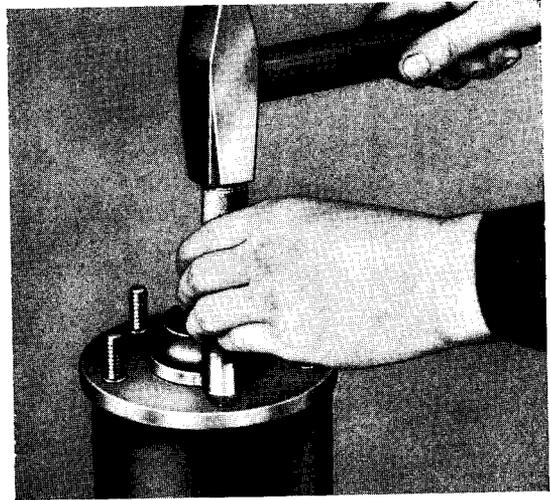

Bild 17 – Radbolzen verstemmen
3. Radbolzen in Radnabe mit Radbolzenstemmer verstemmen (Bild 17) und anschließend auf festen Sitz prüfen. Hierzu leichten Schlag auf das Gewindeende geben. Bei festem Sitz muß sich ein metallischer Ton ergeben. Erforderlichenfalls Radbolzen nochmals verstemmen.